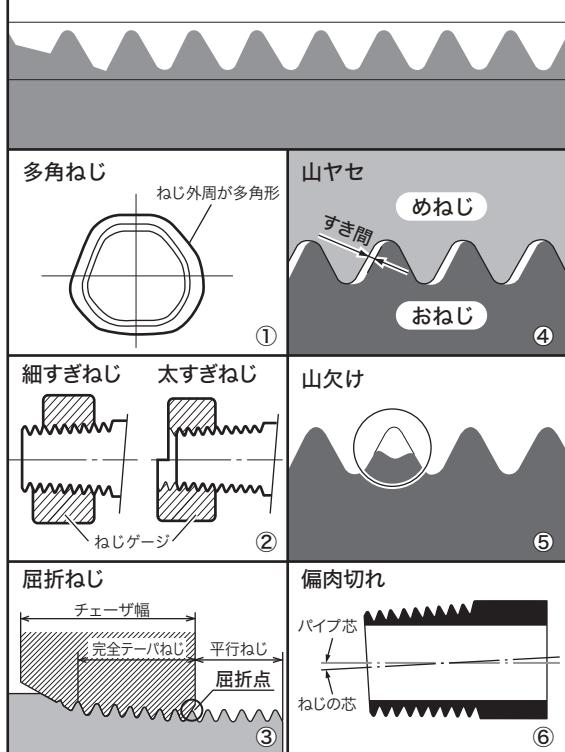

図 46
■悪いねじについて(図 46)
①多角ねじ(図 46- ①)
②ねじ径の細すぎ、太すぎ(図 46- ②)
③屈折ねじ(手動切上ダイヘッドの場合)(図 46- ③)
④切られたねじの山ヤセ(図 46- ④)
⑤切られたねじの山欠け(図 46- ⑤)
⑥パイプに対してのねじの偏肉切れ(図 46- ⑥)